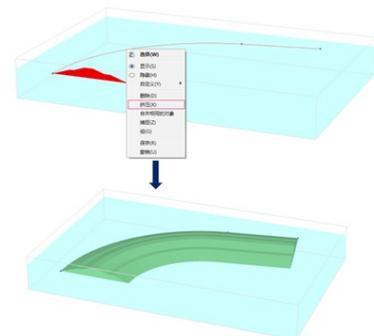

图9 沿路径拉伸
- 5) 沿路径拉伸工具 (3D)。软件中除了利用拉伸工具沿着某个矢量拉伸之外，也可以沿着曲线拉伸，曲线可以使用曲线管理器定义。选中被拉伸的对象横截面，在选中拉伸路径，右键选择挤压，即可沿拉伸路径生成体，如图 9 所示。需要注意的一点是，横截面和拉伸对象各个所在的平面是垂直的关系才能使用该工具。